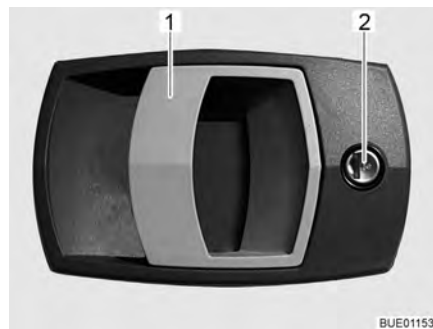

Fig. 26 Cerradura de la puerta de entrada, en el exterior
- Introducir la llave en el cilindro de cierre (Fig. 26,2) y girarla hasta que esté desbloqueada la cerradura de la puerta.
- Tirar del tirador de la puerta (Fig. 26,1). La puerta está abierta.
- Introducir la llave en el cilindro de cierre (Fig. 26,2) y girarla hasta que esté bloqueada la cerradura de la puerta.